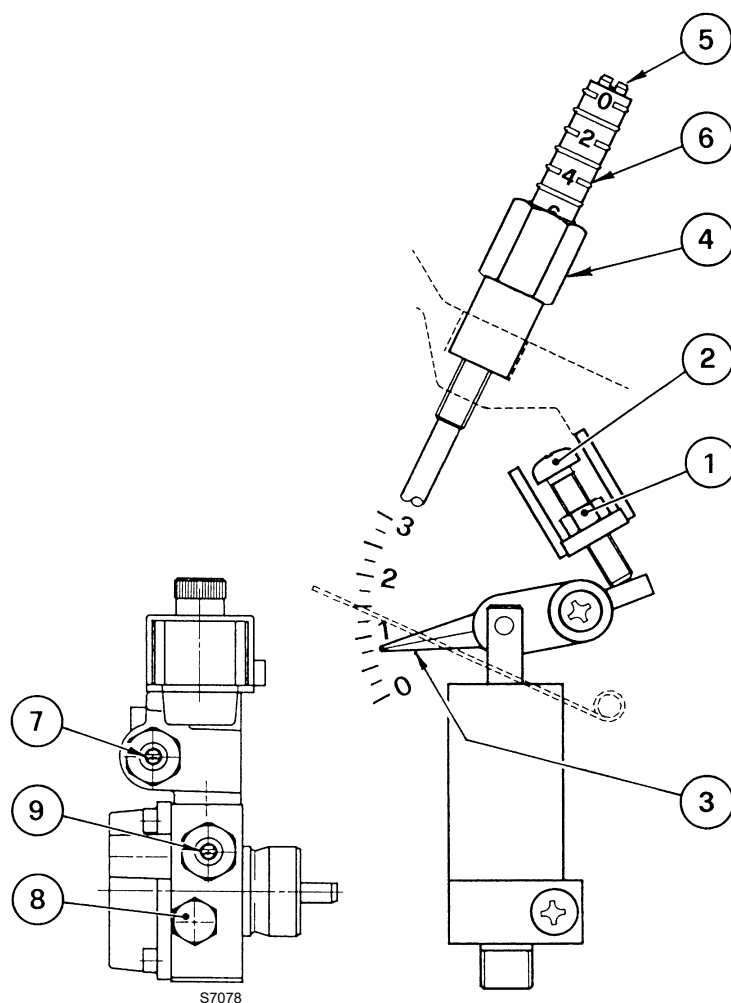

Fig. 10
- Aflojar la tuerca 1)(Fig. 10), accionar el tornillo 2)(Fig. 10) y llevar el índice 3) a la posición deseada.
- Después de finalizar la regulación, enroscar nuevamente la tuerca 1)(Fig. 10).
Si es necesario, volver a calibrar dicha presión o, si se prefiere cambiarla, utilizar el tornillo 7) . El manómetro para controlar la presión se monta en lugar del tapón (8) (Fig. 10).
- Aflojar la tuerca 4)(Fig. 10), accionar el tornillo 5)(Fig. 10) y llevar el índice 6) a la posición deseada.
- Después de finalizar la regulación, enroscar nuevamente la tuerca 4)(Fig. 10).
Si es necesario, volver a calibrar dicha presión o, si se prefiere cambiarla, utilizar el tornillo 9)(Fig. 10). El manómetro para controlar la presión se monta en lugar del tapón 8)(Fig. 10).